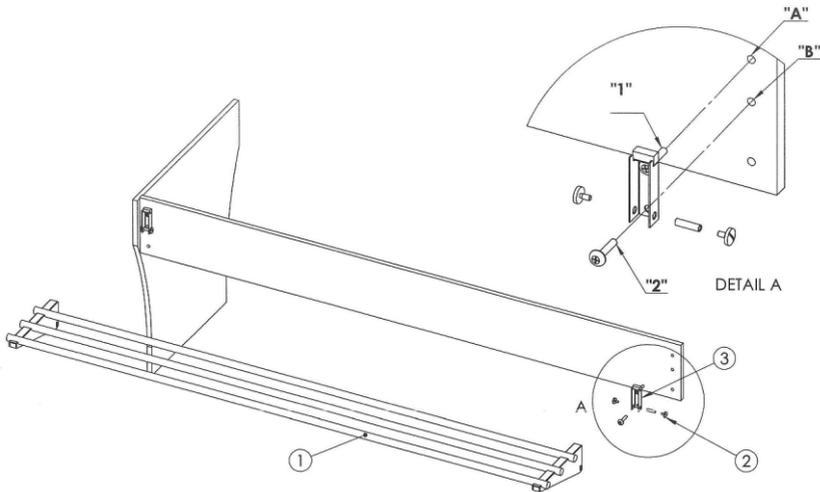

Fig. 4
1. Per fissare il supporto ③ (fig. 4) della mensola per lo spostamento dei vassoi usare i fori "A" e "B" (fori 1. e 2. nel pannello di legno dall'alto).
3. Fissare il supporto ③ nel pannello di legno, avvitando la vite "1" nel foro "A" e la vite "2" nel foro "B".
4. Inserire la mensola per lo spostamento dei vassoi ① sui supporti e fissare con la vite distanziale in dotazione ②.